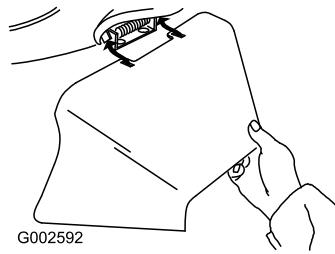

Figure 25
- Montez l'éjecteur latéral et rabattez le volet sur l'éjecteur (Figure 25).